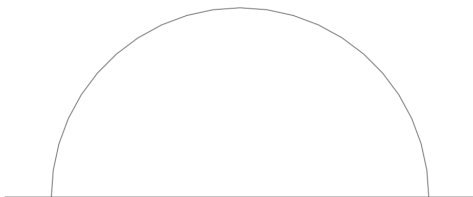

图 2-29 打开素材模型
(1) 单击常用工具栏中的【打开】按钮，打开一幅素材模型，如图 2-29 所示。